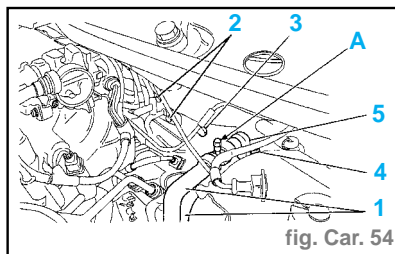

fig. Car. 54
- Dépressuriser le circuit de refroidissement en (A) (fig. Car. 54).
- Débrancher les durites (1).
- Déposer les vis (2).